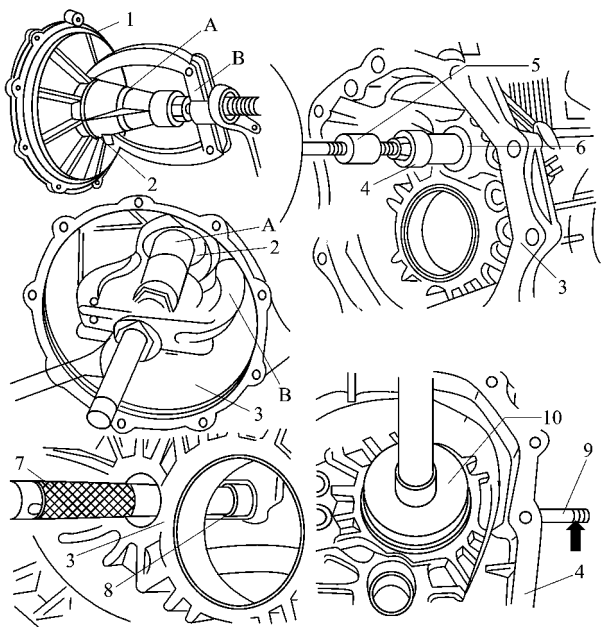

图 3 - 20 主减速器盖及变速器壳上轴承的拆卸
(3) 输入轴的分解 如图 3 - 21 所示 先从输入轴 1 上摘下挡圈 9 取出垫圈 8、输入轴四档齿轮 15、滚针轴承 4 及同步环 18 , 再摘下挡圈 13。然后将输入轴 1 的前端向上 将平板 21 放在输